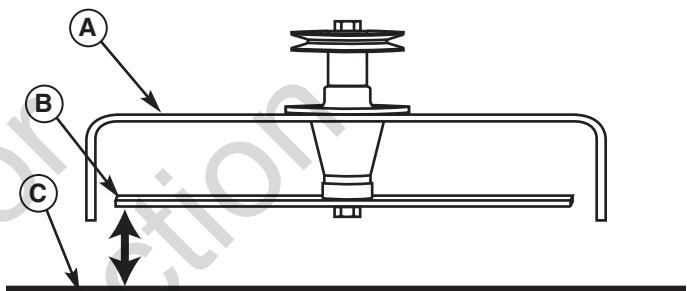

Figura 36. Medir las Puntas del Aspa con el Suelo
5. Mida la distancia entre las puntas de las aspas externas y el suelo (vea la Figura 36). Si hay una diferencia mayor a $1/8"$ (3mm) entre las medidas en cada lado, proceda con el paso 6. Si la diferencia es de $1/8"$ (3mm) o menos, proceda con el Nivelado de Adelante hacia Atrás.